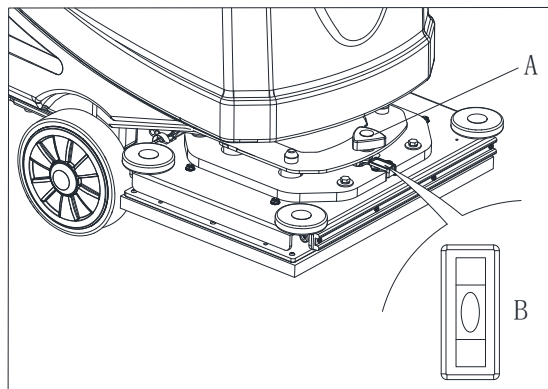

Рисунок 8.1
2. Отрегулируйте уровень орбитального настила при помощи регулировочной ручки (A. Рисунок 8.1), создающей пузырь в середине (B Рисунок 8.1)